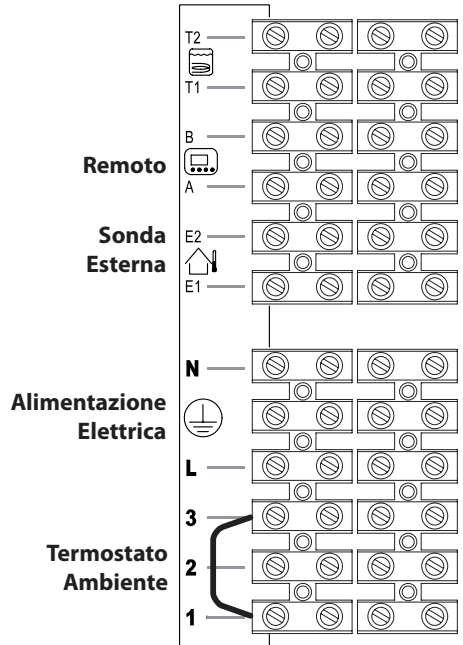
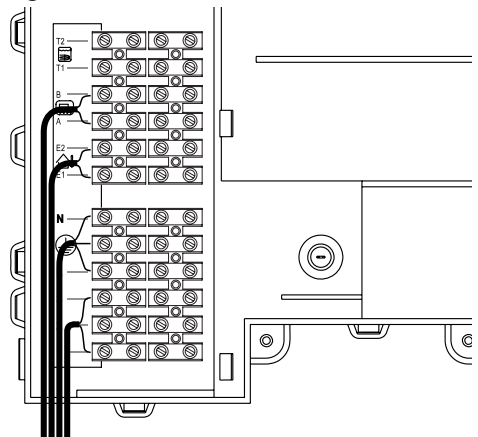

Figura 5.19
Figura 5.20
- Collegare il cavo di alimentazione elettrica proveniente dall'interruttore onnipolare alla morsettiera di alimentazione elettrica della caldaia Figura 5.19 rispettando la corrispondenza della linea (filo marrone) e del neutro (filo azzurro).
Il percorso del cavo o dei fili di alimentazione elettrica della caldaia e del termostato ambiente devono seguire il percorso indicato in Figura 5.20.
Per il collegamento di un termostato ambiente servirsi dei morsetti indicati in Figura 5.19.
Per il collegamento di valvole di zona servirsi dei morsetti termostato ambiente indicati in Figura 5.19 e Figura 5.20. I conduttori elettrici dei contatti del micro della valvola di zona vanno inseriti nei morsetti "1 e 3" della morsettieria termostato ambiente come in Figura 5.20.
Il percorso dei fili di collegamento della sonda esterna devono seguire il percorso indicato in Figura 5.20.
Il percorso del cavo del comando remoto deve seguire il percorso indicato in Figura 5.20.